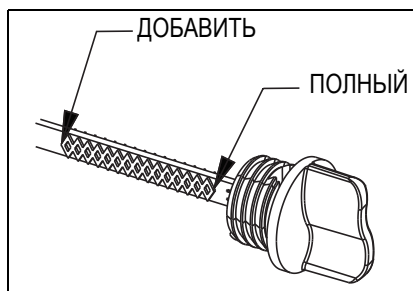

Рис. 4-1. Проверка уровня масла
6. Посмотрите на уровень масла. Уровень масла должен находиться на отметке FULL («ПОЛНЫЙ») шкалы, нанесенной на щуп. См. рис. 4-1.